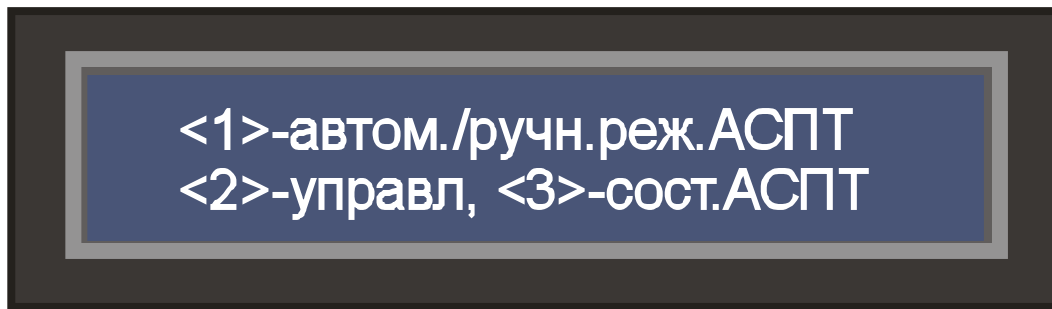

Рисунок 8 – Меню управления АСПТ
- 2) Нажать клавишу “1” - активизируется меню управления АСПТ (рисунок 8).